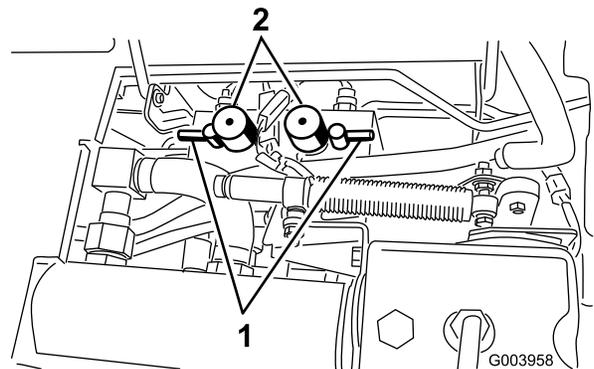

Bild 85
5. Stellen Sie beide Bedienelemente für die Spindeldrehzahl auf die Stellung 1 (Bild 85).
- Wählen Sie entweder die vorderen, hinteren oder beide Läpphebel, um zu bestimmen, welche Spindeln geschärft werden (Bild 85).